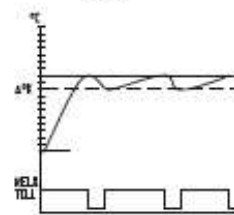

Fig. 2
Vrid potentiometer ④ medsols för större hysteres. Min. läge=1°K, Max. läge=10°K. Se Fig. 2.